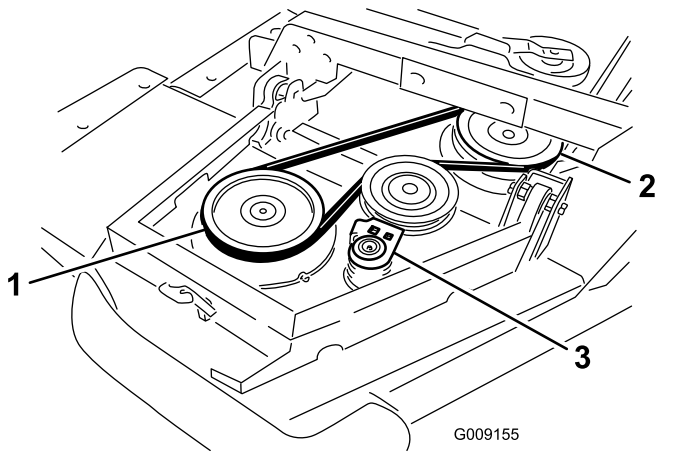

Figure 5
A. Commencez par chausser la courroie autour de la poulie d'axe de l'ailette et de la poulie d'axe du tablier avant (Figure 5).
- B. À l'aide d'une clé à cliquet ou d'un outil similaire, éloignez la poulie de tension des autres poulies (Figure 5).